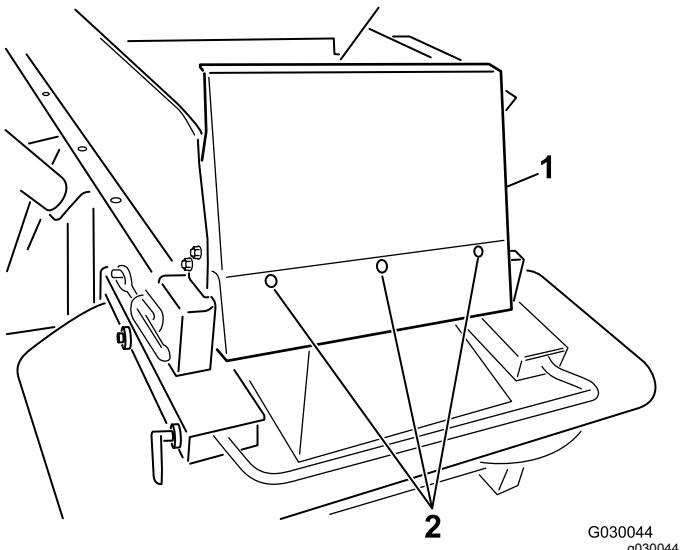

Bild 7
6. Befestigen Sie die Fangboxschutzvorrichtung mit den mitgelieferten Halbrundschrauben ($\frac{1}{4}'' \times \frac{5}{8}''$) und Nylonsicherungsmuttern (Bild 7).